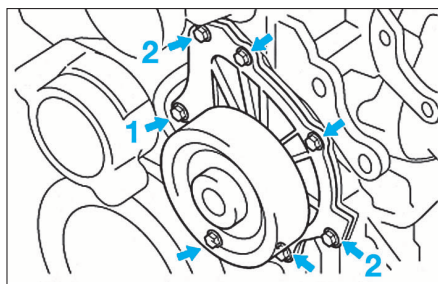

FIG. 38
- Déposer la pompe à eau (7 vis) (fig. 38).